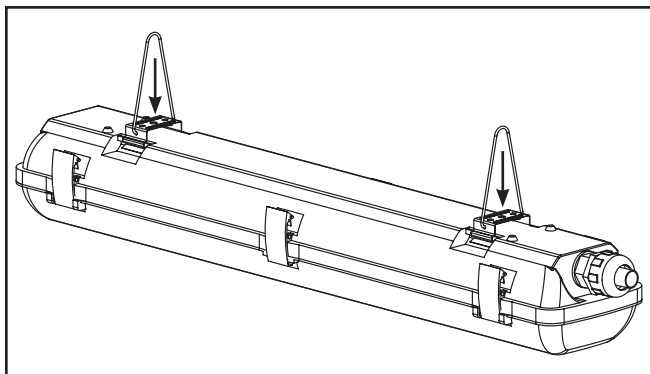

Figure 5.
6. Fixez les supports de fixation sur les encoches du logement en appuyant fermement sur les deux côtés des supports jusqu'à ce qu'ils soient bien en place. (Figure 5) Suspendez le luminaire avec la chaîne (non fournie) à l'aide des supports en V.